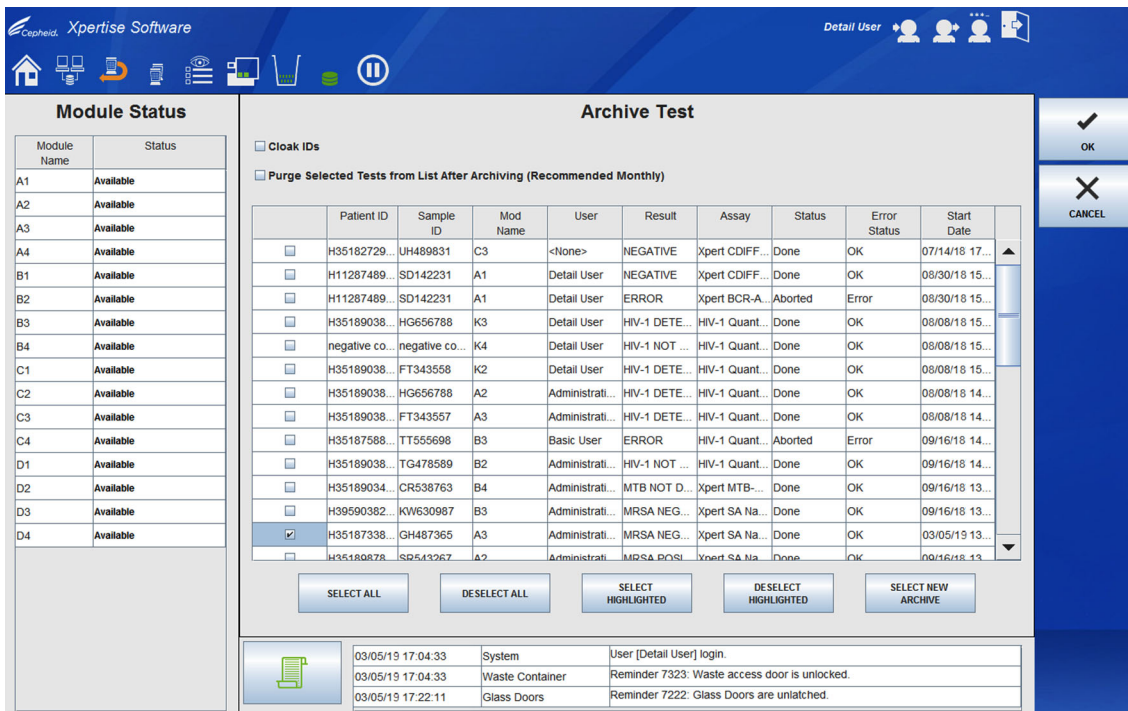

Figura 2-74. Área de trabalho Archive Test (Arquivar teste)
- **Se quiser arquivar**, selecione **YES (SIM)** na área de trabalho Test Archive Reminder (Lembrete de arquivo de teste) para prosseguir com a sequência de encerramento com arquivo. É apresentada a área de trabalho Archive Test (Arquivar teste) (ver Figura 2-74).